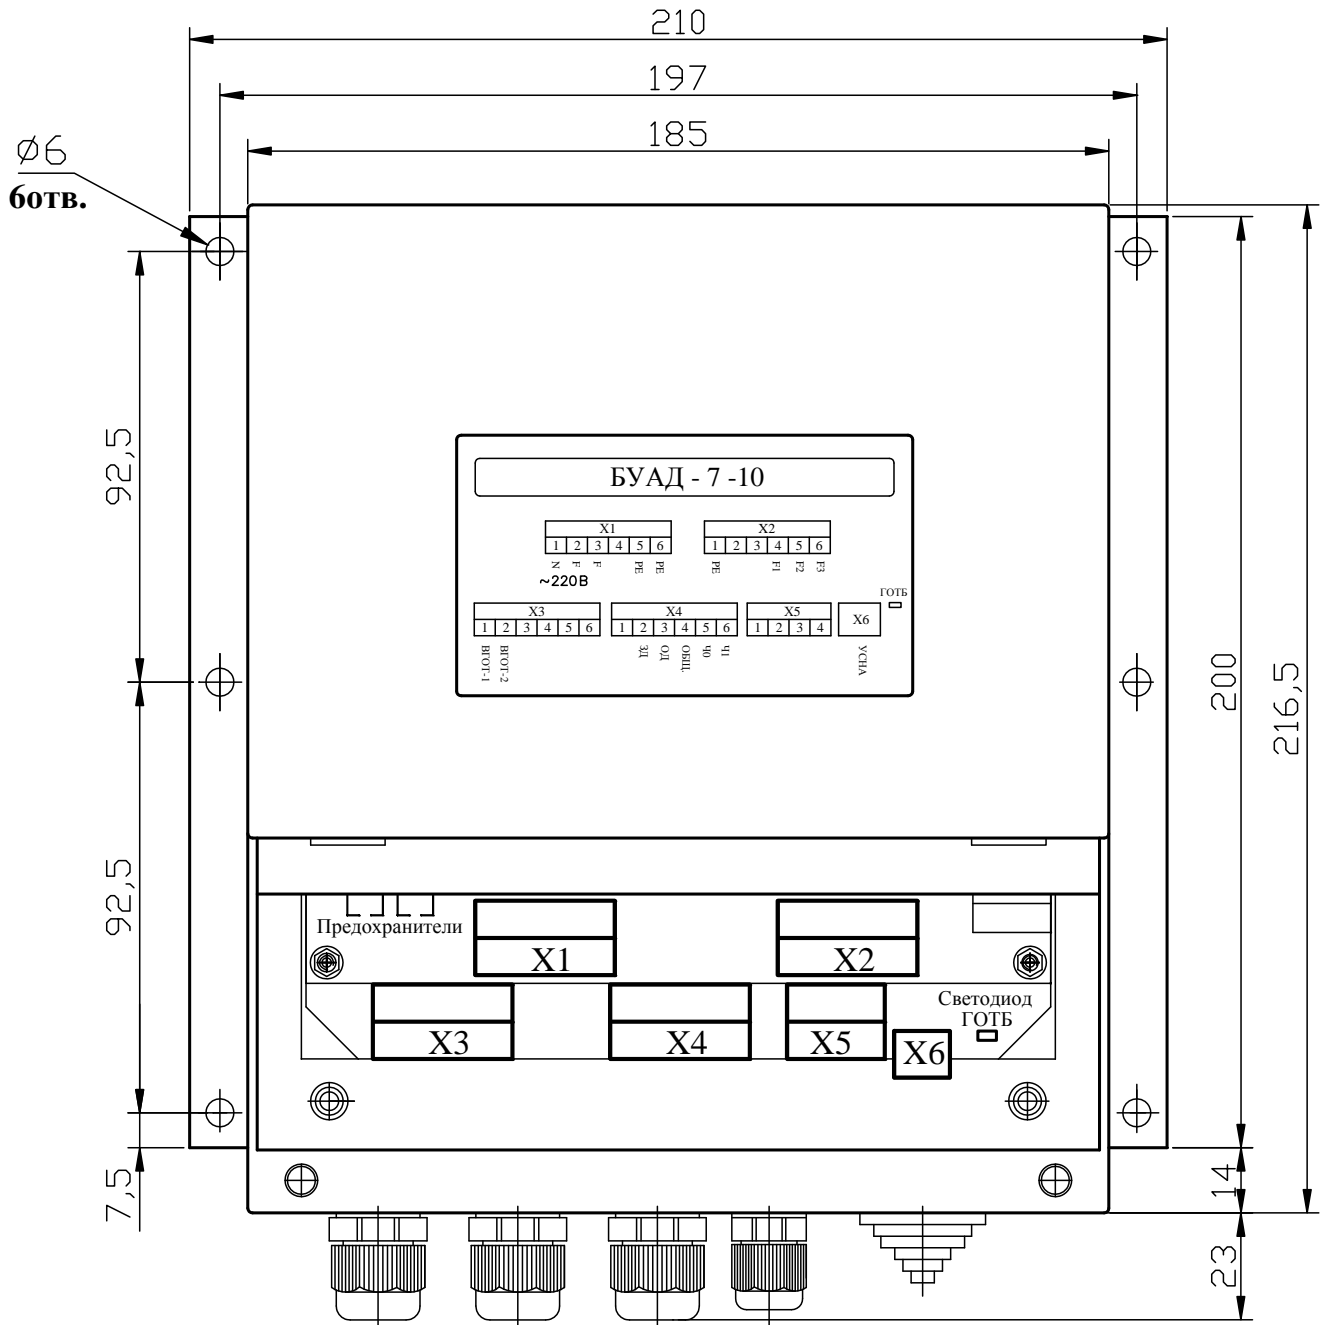
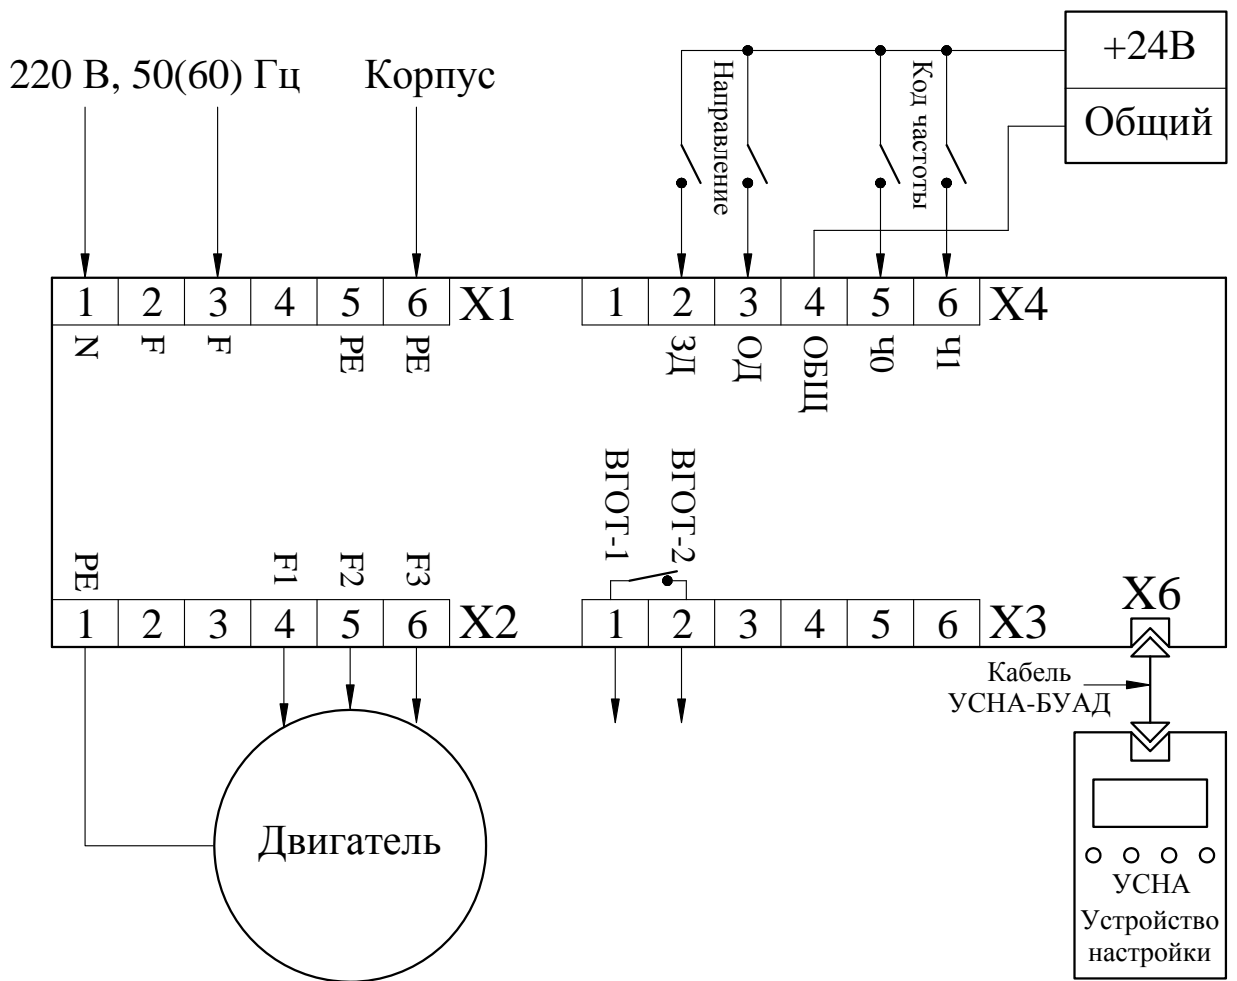
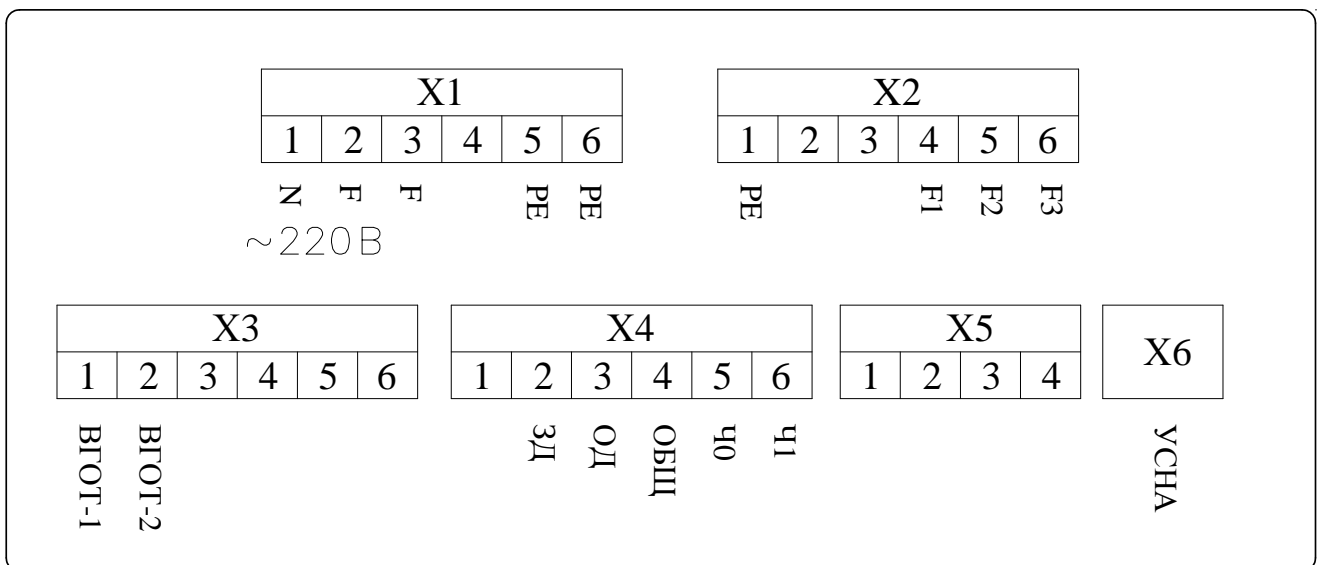

Рис.1. Габаритно-присоединительные размеры БУАД-7-10.
Рис.2. Блок-схема подключения внешних контактов БУАД-7-10.
Рис. 3. Схема подключения и расположение контактов БУАД-7-10.
Габаритно-присоединительные размеры *Устройства* приведены на **рис.1**.
3.4.1. На **рис.2** показана блок-схема подключения внешних контактов *Устройства*. На **рис.3** показаны и подписаны отдельные контакты каждого из разъемов *Устройства*.
3.4.3. Внешние контакты *Устройства* (рис. 2, 3):
Узел подключения внешних коммуникаций состоит из набора кабельных выводов (**рис.1**), разъемов для подсоединения шин сетевого питания, цепей выходных напряжений для электродвигателя, цепей управления работой устройства (**рис.2, 3**), заглушки для разъема подключения устройства настройки УСНА, а также крышки, закрывающей разъемы *Устройства*.
3.6.2.4. Если *Устройство* находится в состоянии готовности к выполнению команд, то контакты реле ‘ВГОТ-1,2’ замкнуты (рис.2,3). Если *Устройство* выключено, произошла внутренняя ошибка или идет процесс ввода параметров, то контакты реле ‘ВГОТ-1,2’ разомкнуты.